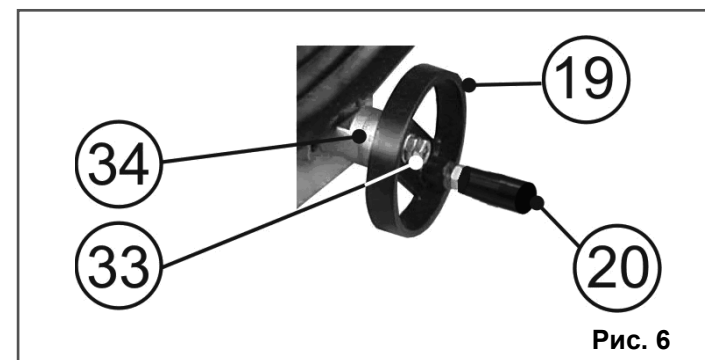

Рис. 6
9.4.1. Подача стола должна осуществляться равномерно и плавно, лимб (34), Рис. 6, должен поворачиваться вместе с маховиком.
9.4.2. В случае возникновения затруднения движения, проверьте, возможно, между сопряженными поверхностями попала стружка. Отвинтите винт (33), закрепляющий маховик (19), снимите маховик (19) и лимб со шкалой (34), Рис. 6.